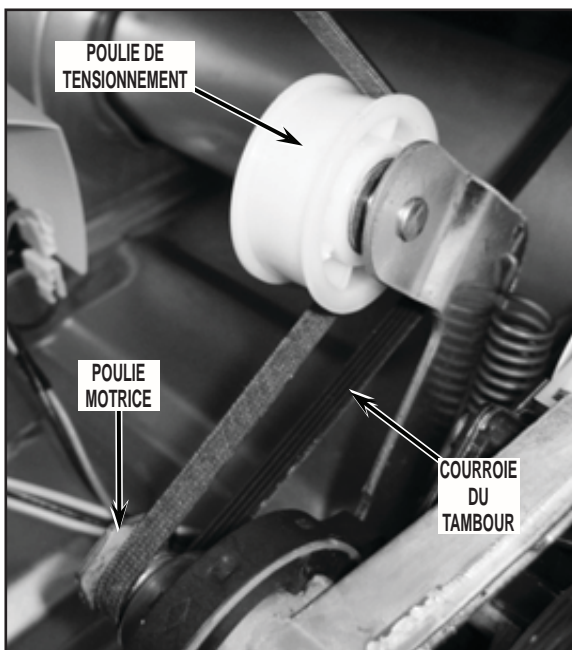

FIGURE 16
18. Extraire le tambour de la sècheuse – introduire un bras dans la sècheuse juste au-dessous du tambour et jusqu'à l'arrière du moteur d'entraînement. Saisir la poulie de tensionnement et soulever pour éliminer la tension de la courroie; dégager ensuite la courroie de la poulie motrice et de la poulie de tensionnement; voir la *Figure 16* au sujet de la dépose et de l'installation de la courroie.
- Lors de la réinstallation de la courroie du tambour, veiller orienter les stries de la courroie vers la surface externe du tambour. Pousser le bras de la poulie de tensionnement vers le haut et placer la courroie en position comme on le voit à la *Figure 16*. Libérer lentement le bras de la poulie de tensionnement pour qu'il applique une tension sur la courroie. Soulever légèrement l'avant du tambour et effectuer un mouvement de rotation lente pour vérifier que la courroie est correctement placée.